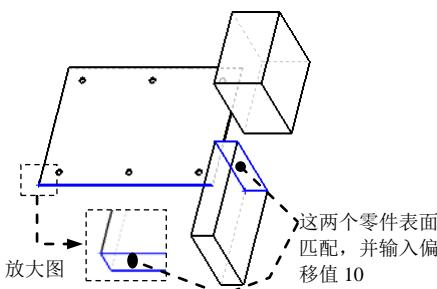

图 17.2.22 元件装配的第一约束
(1) 选择命令。选择下拉菜单 **插入(I)** → **配合(M)...** 命令（或“装配体”工具栏中单击  按钮），系统弹出“配合”对话框。
(2) 创建“距离 4”配合。选取图 17.2.22 所示的两个面为要配合的实体，单击  按钮，并在其后的文本框中输入数值 10，取消选中 反转尺寸(E) 复选框；单击 **配合对齐:** 选项中的“反向对齐”按钮 ，单击“距离 4”对话框中的  按钮。